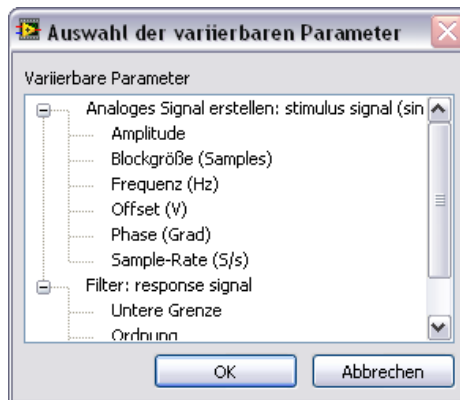

Abbildung 6-1. Auswahlfeld der variierbaren Messparameter
4. Klicken Sie auf der Registerkarte **Schritteinstellungen** auf die Schaltfläche **Hinzufügen**. Daraufhin wird zu jedem Schritt im Projekt eine Liste variierbarer Parameter angezeigt (vgl. Abbildung 6-1).